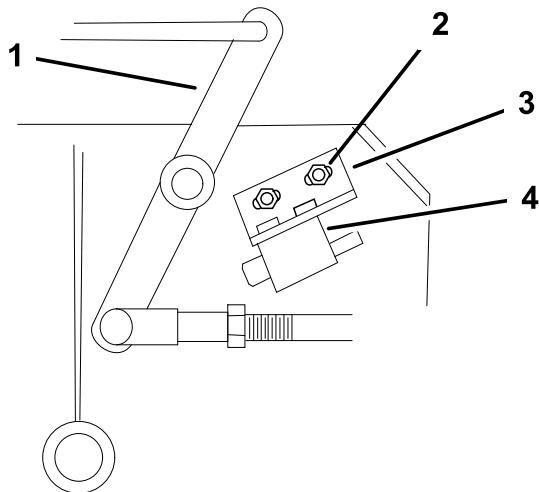

Figure 48
4. Le cas échéant, réglez le contacteur de sécurité des lames en desserrant les boulons de fixation du support du contacteur (Figure 48).
Remarque: Le levier coudé **ne doit pas** toucher le corps du contacteur, car celui-ci pourrait être endommagé (Figure 48).